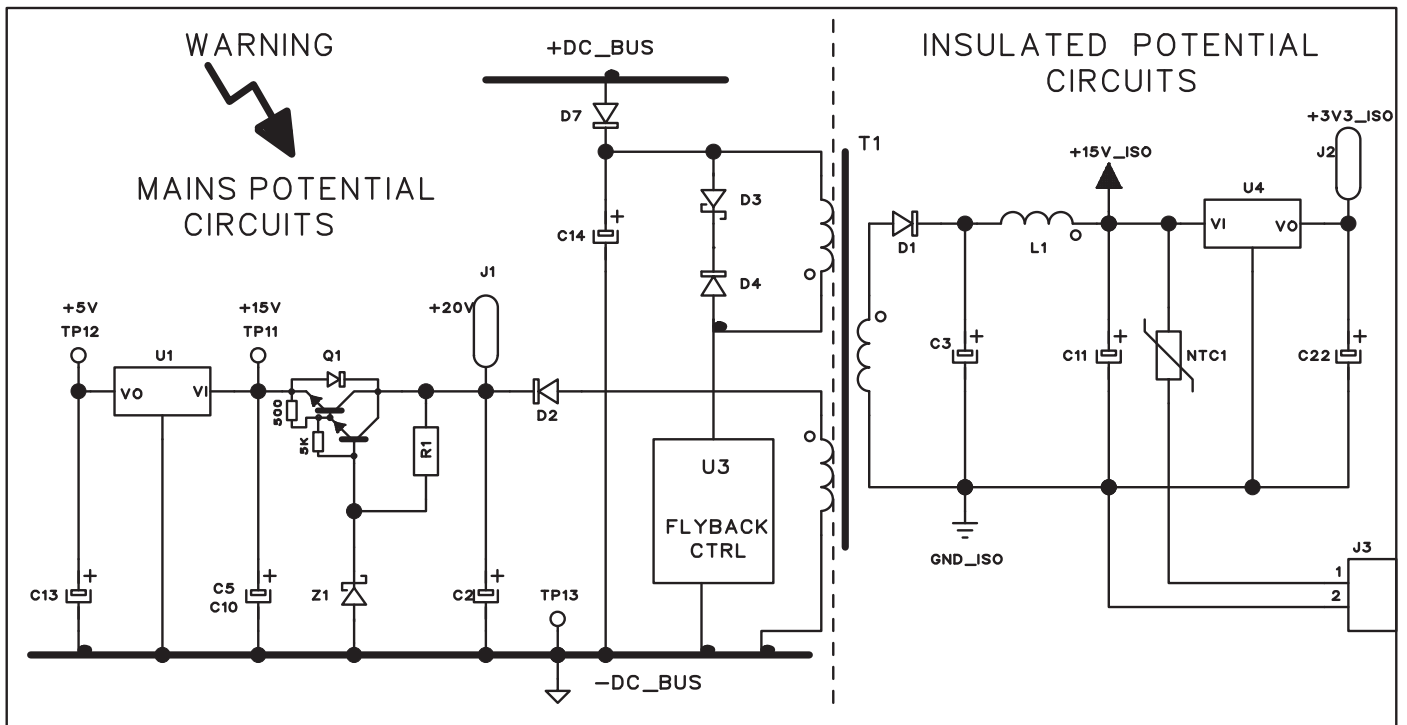

Fig. 2.3.2
Conectado directamente a los condensadores-DC, un convertidor flyback, presente en tarjeta potencia (34), genera las tensiones de alimentación de todos los circuitos del generador. Estas tensiones se miden en los conectores J2, J3 y en los test point J1, TP11, TP12, TP13 en tarjeta potencia (34), como indicado en Fig. 2.3.2.
en TP11 y TP12 de tarjeta potencia (34), como indicado en Fig. 2.3.2 (alimentaciones circuitos del flyback y del boost converter).
- ◆ Sustituir tarjeta potencia (34).
- Tarjeta potencia (34), test point TP11(+), TP12(+) y terminal de R32 SHUNT o TP13(-) = tensiones como indicado en Fig. 2.3.2 (alimentación circuitos del flyback y del boost converter).
- Tarjeta potencia (34), conectores J2 y J3 = tensiones como indicado en Fig. 2.3.2 (alimentación circuitos del inverter y de tarjeta panel (19)).
- ◆ Desconectar temporalmente, con generador apagado, J3 y J7 de tarjeta potencia (34). Volver a encender el generador y verificar nuevamente las tensiones en tarjeta potencia (34). Si no correcto, individuar los componentes defectuosos en tarjeta potencia (34), basándose en el esquema de Fig. 2.3.2 y sustituirlos. Si correcto buscar la causa de la anomalía en el ventilador (32) o en la tarjeta panel (19).